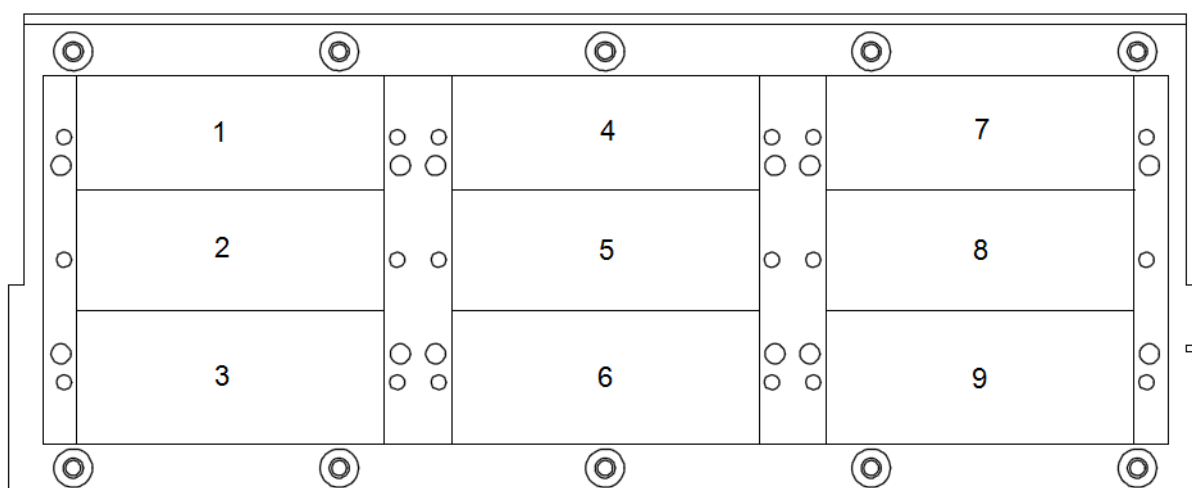

Рис. 6
- Установите модули с люверсными кольцами, идущими в комплекте, на монтажную рамку WRTS-FRAME. Закрепите одну часть модуля на лючке, аккуратно вытяните из ретракторной кассеты кабель так, чтобы разъём был выше люверсного модуля, а кабель проходил внутри диаметра люверсного кольца, затем установите вторую часть люверсного модуля таким образом, чтобы кабель оказался внутри кольца. Аккуратно потяните за кабель ретрактора, чтобы сработал механизм сматывания. Разъём кабеля будет застопорен люверсным кольцом в лючке. В зависимости от стороны установки кронштейнов с ретракторами на корпусе лючка, данные модули могут быть установлены в слоты 1 и 2 + 7 и 8 или 2 и 3 + 8 и 9. См. расположение на Рис. 6.